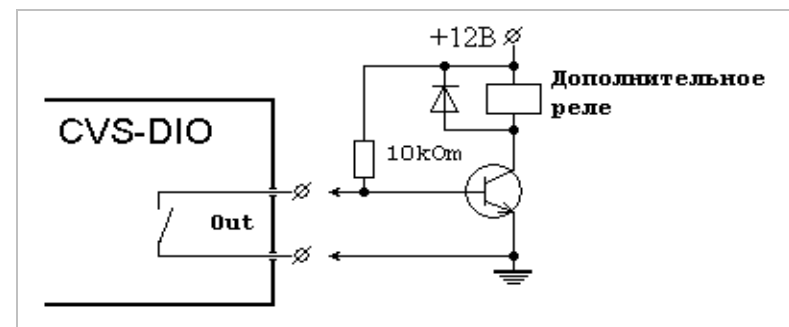

Рисунок 3. Подключение коммутационного реле для управления мощными силовыми устройствами.
**При необходимости, следует использовать дополнительные средства коммутации (рис.3).**